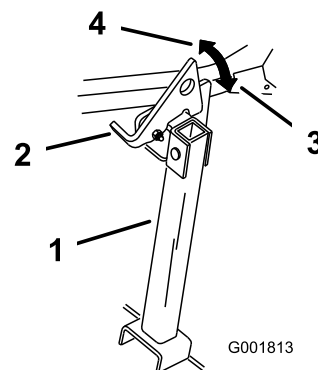

Figura 48
2. Levante el enganche a la posición desbloqueada (Figura 48).